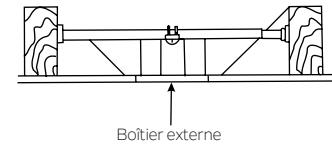

Fig. 4
**REMARQUE:** Selon l'endroit que vous avez choisi pour l'installation, il se peut que vous ayez besoin d'acheter et d'installer un "support de solive" pour le support du boîtier externe. S'assurer que le support de solives que vous achetez a été conçu pour être utilisé avec des ventilateurs de plafond. (Fig. 4)